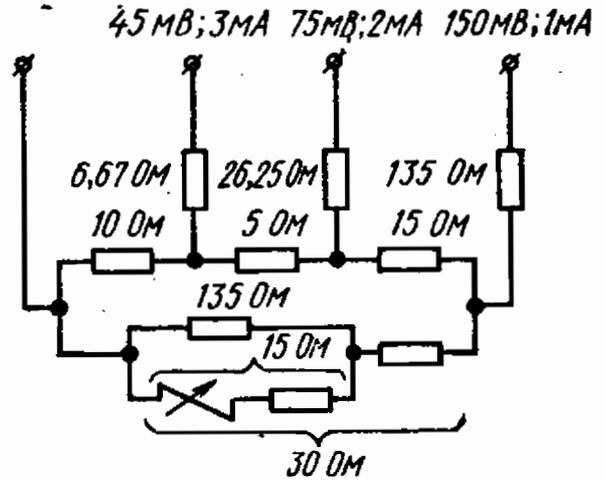

Рис. 12.20
12.20. На рис. 12.20 приведена схема трехпредельного милливольтметра типа М1151 класса точности 0,1.